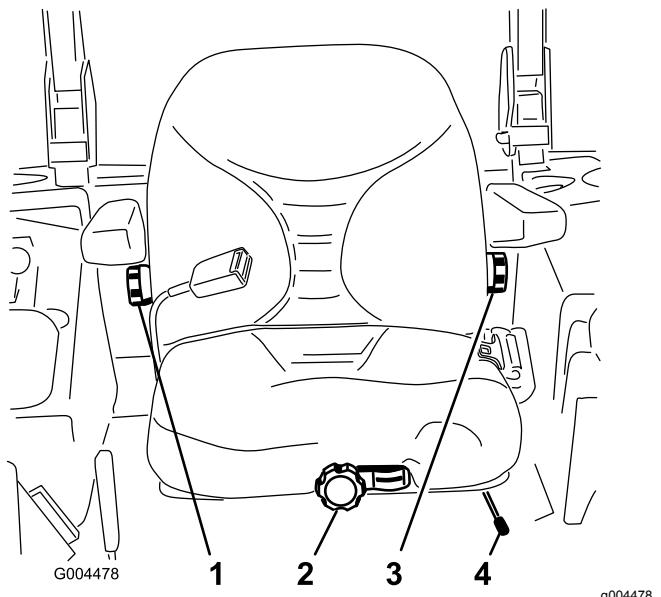

Figure 43
1. Poussez le levier de réglage sur le côté pour débloquer et régler le siège (Figure 43).
Sans vous asseoir sur le siège, tournez le bouton avant dans un sens ou dans l'autre pour obtenir la position la plus confortable (Figure 43).
Pour ce faire, tournez le bouton situé sous l'accoudoir droit dans un sens ou dans l'autre pour obtenir la position la plus confortable (Figure 43).
Pour le régler, tournez le bouton situé sous l'accoudoir gauche dans un sens ou dans l'autre pour obtenir la position la plus confortable (Figure 43).